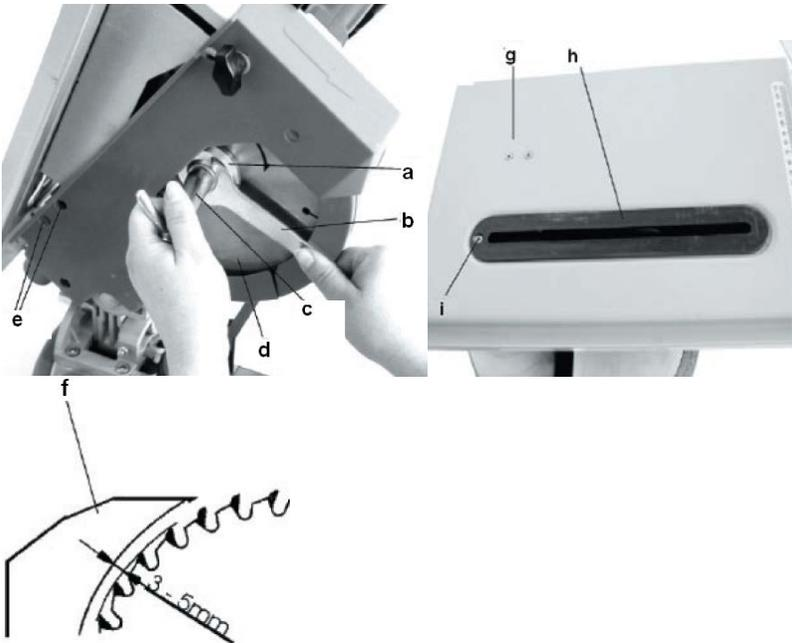

Рис.12
7. Снятие и установка пильного диска (рис.12).